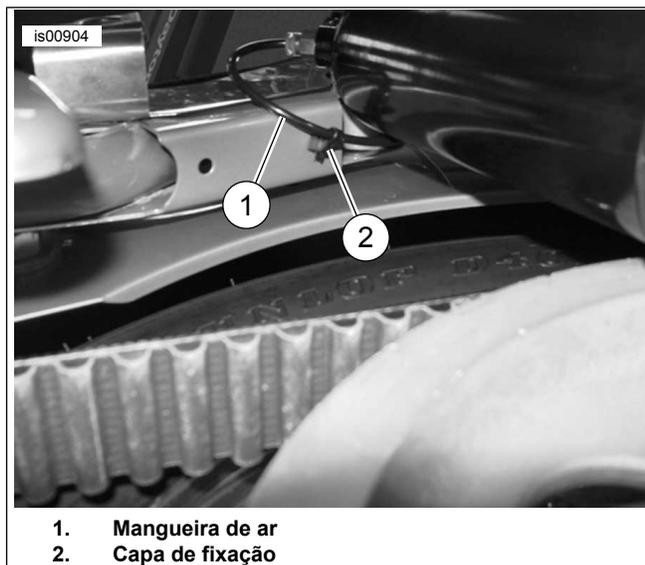

Figura 3. Orientação da mangueira de ar nos modelos ano 2003 e posteriores
7. Para os modelos **ano 1997 a 2001**, fixe as duas conexões pneumáticas através dos dois furos mais baixos (com as marcas "F" e "R") no suporte do lado direito. Os modelos **ano 2002** têm somente uma conexão pneumática, que deve ser montada no furo com a marca "F" no suporte do LADO DIREITO. Para os modelos **ano 2003 e posteriores**, veja a Figura 3. Remova a mangueira de ar do amortecedor do **lado esquerdo** da válvula de ar e redirecione-a debaixo da montagem superior do amortecedor. Localize o furo traseiro não utilizado na parte inferior da escora do pára-lama, exatamente na frente do amortecedor esquerdo. Use a capa de fixação (2) para ancorar a mangueira de ar nesse furo e evitar que seja dobrada ou pressionada. Reinstale a mangueira de ar na válvula de ar e instale a válvula no furo com a marca "F" no suporte do LADO ESQUERDO. Adicione ar nos amortecedores de acordo com as instruções do Manual de serviço.